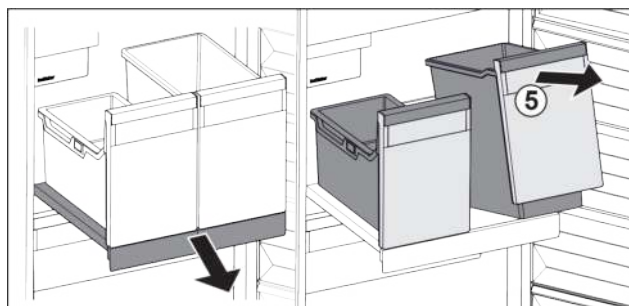

Fig. 104
- Behälter Fig. 104 (5) vorne anheben.